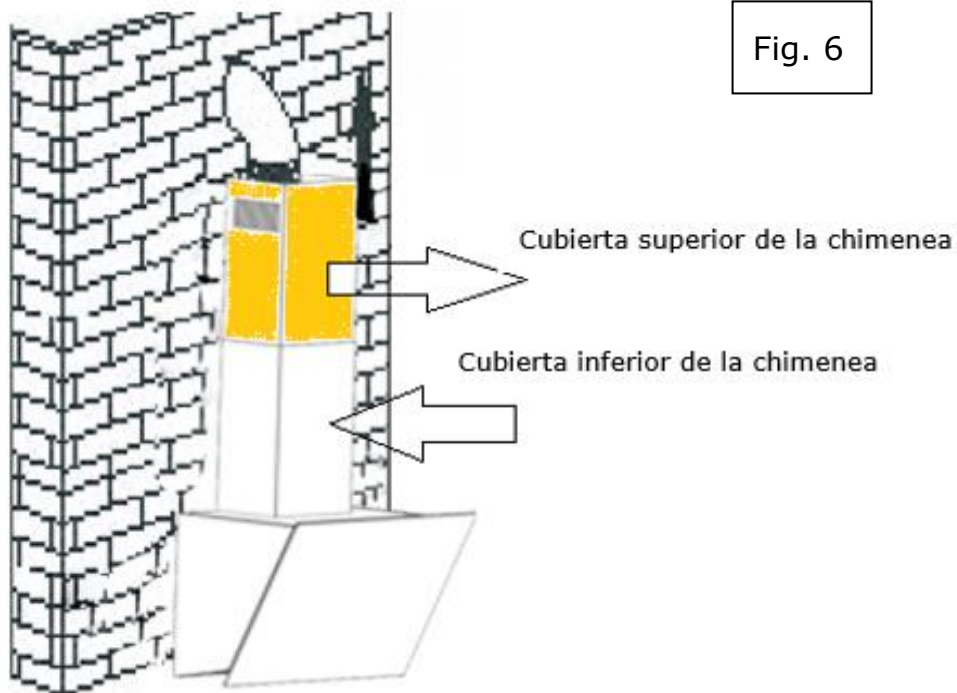

Fig. 6
- Tome la cubierta superior de la chimenea y colóquela sobre la cubierta inferior. Deslice la cubierta superior (Fig. 6) hasta alcanzar la altura deseada para su fijación.